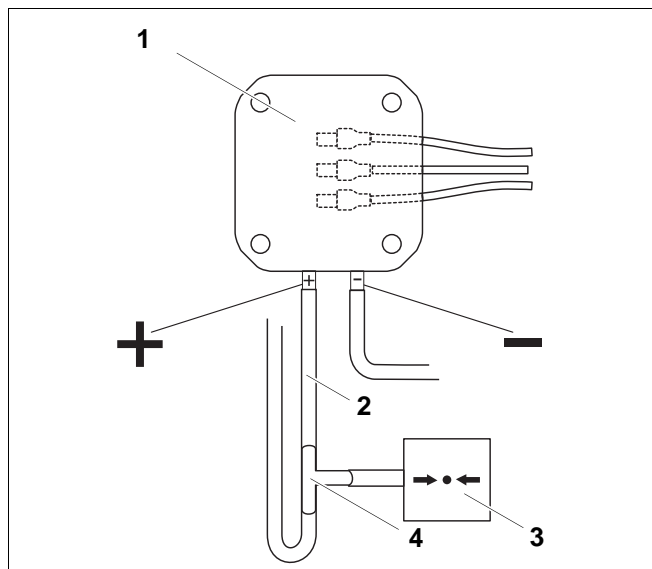

Рис. 13 Проверка давления вентилятора
- На реле контроля давления воздуха (рис. 13, поз. 1) отсоедините импульсную линию от положительного полюса (рис. 13, поз. 2).
- Наденьте шланг манометра (рис. 13, поз. 3) и импульсную трубку на тройник (рис. 13, поз. 4) и соедините с реле контроля давления воздуха.
- Соедините импульсную трубку с положительный полюсом реле контроля давления воздуха (см. также рис. 13 на стр. 24, поз. 2).